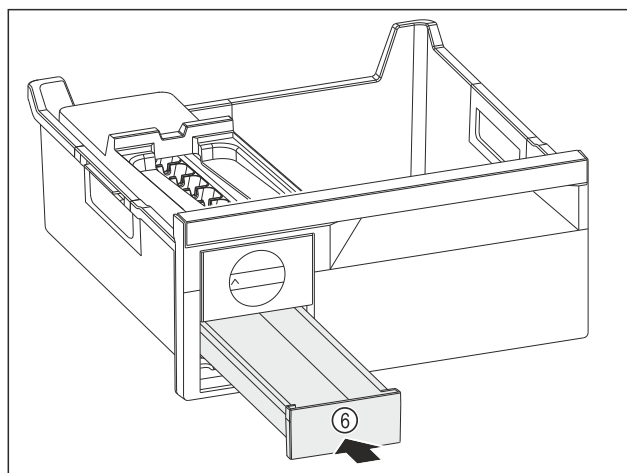

Fig. 83
- ▶ Skjut in iskublådan Fig. 83 (6).